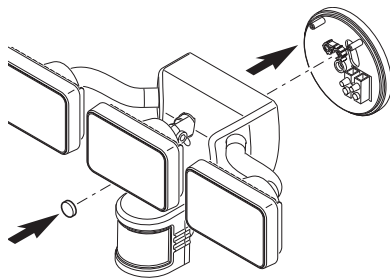

Figure 5
3. Serrez solidement le boulon de montage, en évitant toutefois de trop le serrer (voir la Figure 5).
4. Enfoncez fermement le bouchon de plastique dans le trou du boulon de montage du luminaire (voir la Figure 5).